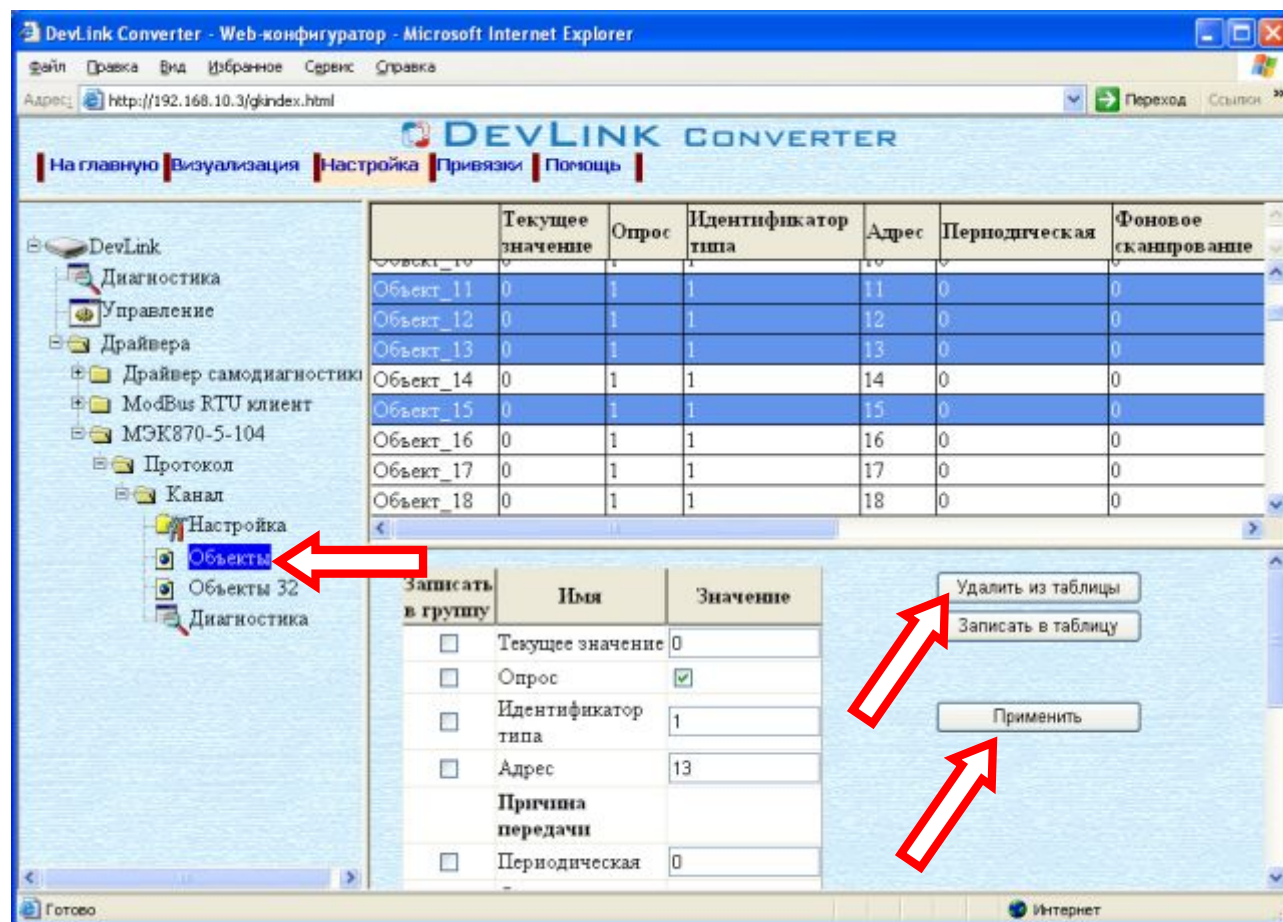

Рисунок 3.3 – Удаление объекта информации
- Выберите в дереве лист «Объекты» или «Объекты 32» (в зависимости от того, какие объекты нужно удалять) (рисунок 3.3).